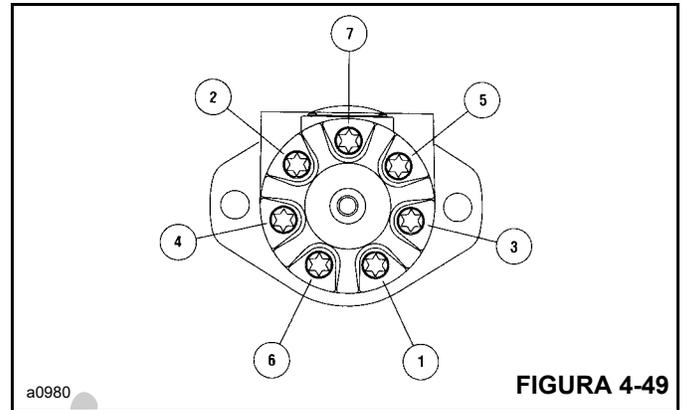

FIGURA 4-49
20. Instale los pernos **19** y las arandelas de sello **18** en la tapa terminal **17**. Apriete los pernos a 7.4 Nm (40 lb-pulg). Asegúrese que las arandelas de sello están asentadas correctamente. Luego, apriete los pernos a 27-29 Nm (235-250 lb-pulg) en la secuencia ilustrada en la Figura 4-49.